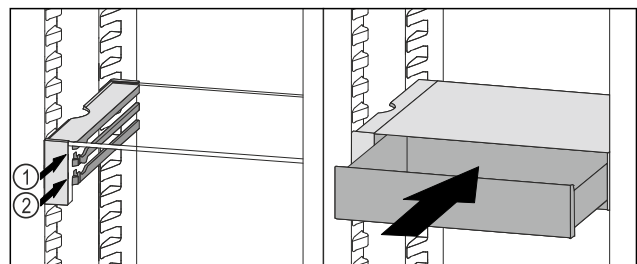

Fig. 123
- ▶ Coloque el cajón VarioSafe en la nervadura deseada Fig. 123 (1) o Fig. 123 (2) detrás de los topes.